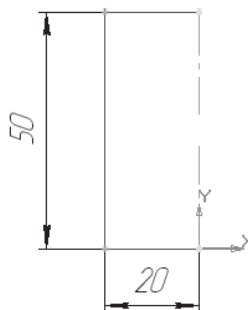

Рис. 12.1. Эскиз прямоугольник
- с помощью непрерывного ввода отрезков и ортогонального черчения постройте эскиз прямоугольника длина 20 мм, высота 50 мм (рис. 12.1).